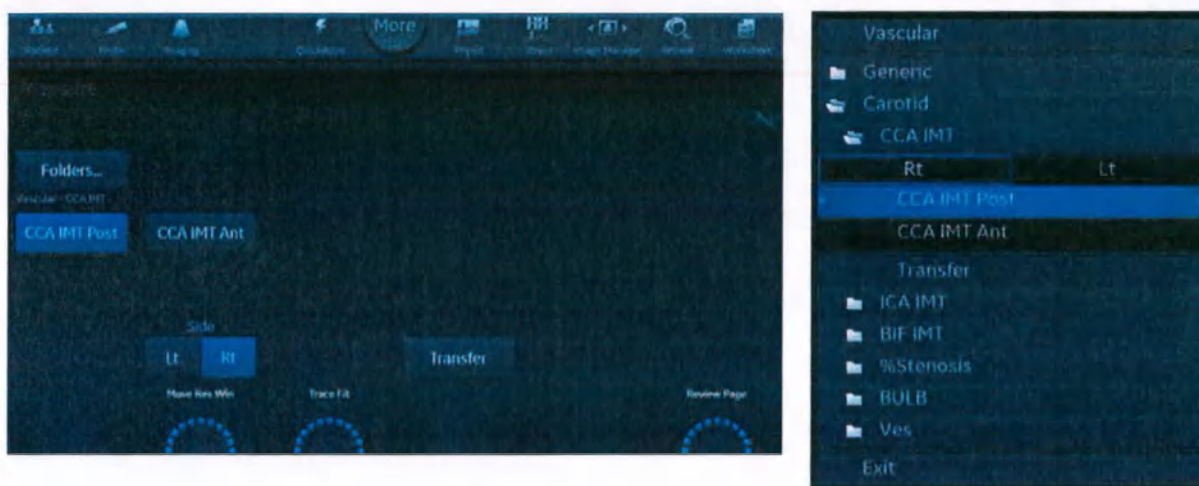

Рис. 7-49. Меню измерения ТИМ (инструмент измерения ТИМ на задней стенке правой общей сонной артерии)
5. Выберите соответствующий измерительный инструмент для ТИМ. Если измеряется ТИМ задней стенки правой общей сонной артерии, выберите **Rt** и **CCA IMT Post** (Общ.сонн.арт. - ТИМ - задн.) (Рис. 7-49).
6. Установите курсор на артерии, ближе к задней стенке, и нажмите клавишу **Set** (Установить), чтобы зафиксировать начало области поиска (см. Рис. 7-49 на стр. 7-163, слева).
7. Переместите курсор параллельно артерии, чтобы указать на конечную точку области поиска. Убедитесь, что внутренний и средний слои находятся в пределах зоны поиска (указывается при помощи нижней пунктирной линии на Рис. 7-49 на стр. 7-163, левый). Нажмите кнопку **Set** (Установить), чтобы зафиксировать точку. В случае задней стенки детектор контура ищет признаки краев внутреннего и адвентициального слоев. Обнаруженные контуры наносятся на изображение (см. Рис. 7-49 на стр. 7-163, справа).